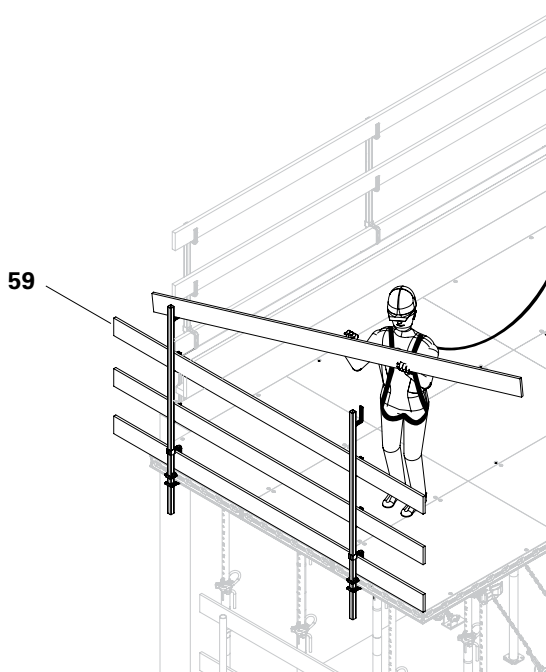

Fig. D4.05
2. Posizionare le tavole per parapetto (59) e inchiodarle. (Fig. D4.05)